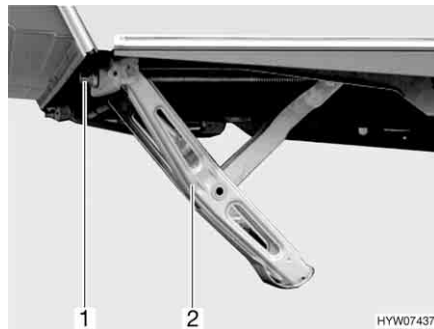

Fig. 23 Stabilisateur abaissé
- Pour cela, placer la manivelle livrée en série avec la caravane sur l'écrou à six pans (Fig. 23,1) du stabilisateur (Fig. 23,2).